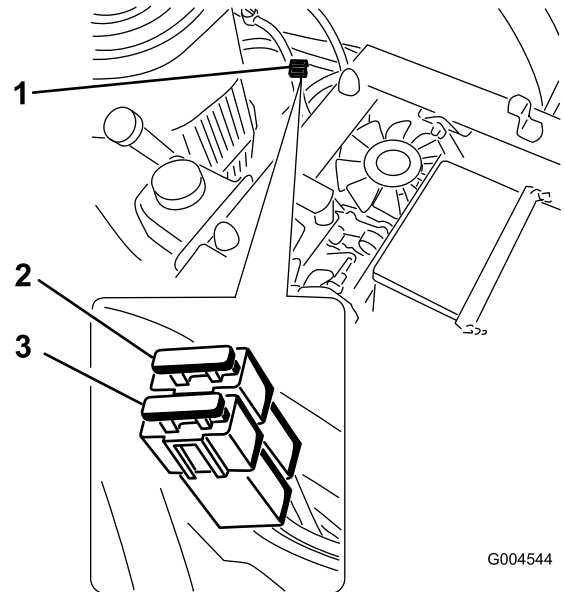

Figure 38
1. Soulevez le siège pour accéder aux fusibles du côté gauche de la machine (Figure 38).
3. Remplacez le fusible (Figure 38).